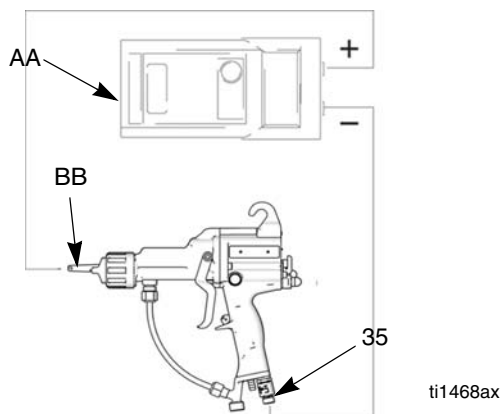
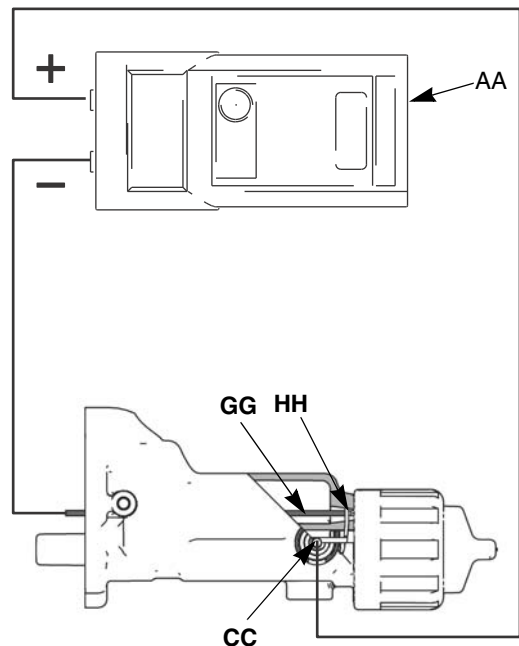

ABB. 8. Überprüfen des Pistolengesamtwiderstands
ABB. 12. Überprüfen des Widerstands des Pistolenkörpers
<p>Gefahr durch Brand, Explosion und Elektroschock</p> <p>Das Megohmmeter, Teile-Nr. 241079 (AA-siehe ABB. 8. über ABB. 12.) ist nicht für die Verwendung in Gefahrenbereichen zugelassen. Um das Risiko einer Funkenbildung zu senken, darf das Megohmmeter nur dann zum Prüfen der elektrischen Erdung verwendet werden, wenn:</p> <ul style="list-style-type: none"> • die Pistole aus dem Gefahrenbereich entfernt wurde; oder • alle Spritzgeräte im Gefahrenbereich ausgeschaltet sind, die Belüftung im Gefahrenbereich eingeschaltet ist und keine brennbaren Dämpfe in diesem Bereich vorhanden sind (wie z. B. offene Lösemittelbehälter oder Dämpfe, die vom Spritzen stammen). <p>Eine Nichtbeachtung dieser Warnung kann Brand, Explosion, Elektroschock sowie schwere Verletzungen und Sachbeschädigungen zur Folge haben.</p>
Den Widerstand zwischen der Spitze des Ladekopfes (BB) und dem Luftgelenk (35) messen (siehe ABB. 8.); der Wert sollte zwischen 90 und 130 Megaohm liegen. Liegt der Widerstand außerhalb dieses Bereichs, den nächsten Test durchführen. Liegt der Widerstand innerhalb dieses Bereichs, den Abschnitt **Pistolenreparatur** auf Seite 27 lesen, um andere mögliche Ursachen für die schlechte Leistung zu finden.
1. Eine Messspitze (B) in den Pistolenkörper (der für den Test der Hochspannungseinheit entfernt wurde) einführen und gegen den Metallkontakt (HH) vorne am Pistolenkörper drücken.
2. Den Widerstand zwischen der Leitstange (GG) und der Ladekopfbuchse (CC) messen. Siehe ABB. 12. Der Widerstand sollte zwischen 15 und 30 Megaohm liegen.